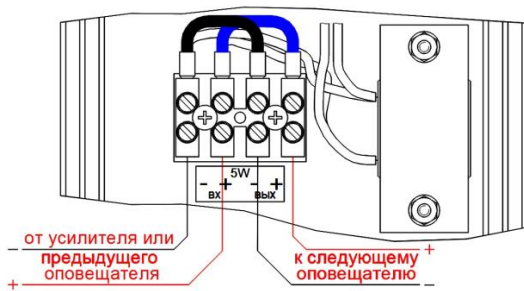

Рис. 2. Схема подключения оповещателя
- к клеммной колодке подсоединить внешние соединительные линии согласно схеме подключения (см. рисунок 2), пропустив входящие и выходящие провода через нижние гермовводы PG-7 в основании корпуса;